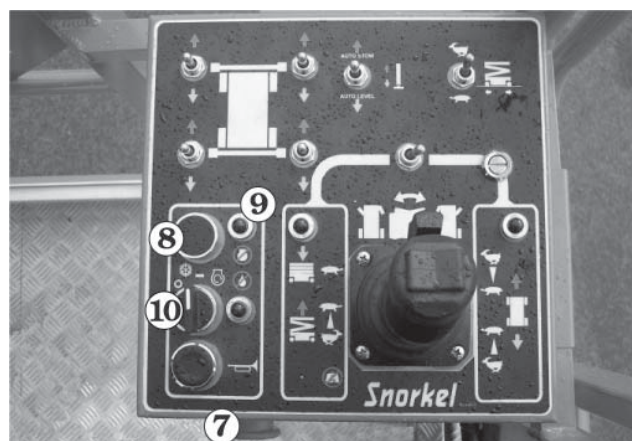

Abb. 8.17
5. Drehen Sie den **Notaus-Schalter ⑦** im Uhrzeigersinn, bis er herauspringt (eingeschaltet) (siehe Abb. 8.17).
6. Falls der Motor auf Umgebungstemperatur ist, kurz den **Glühkerzen-Schalter ⑧** drücken. Dadurch werden die Glühkerzen im Motor automatisch 10 Sekunden lang eingeschaltet. Es wird automatisch eine Lampe ⑨ aufleuchten, um anzuzeigen, dass die Glühkerzen eingeschaltet sind (siehe Abb. 8.17).
7. Sobald die Lampe ⑨ ausgeht, den **START-Schalter ⑩** drücken und halten, bis der Motor anspringt, oder 20 Sekunden lang, je nachdem, was früher eintritt. Sobald der Motor anspringt, den **START-Schalter ⑩** loslassen (siehe Abb. 8.17).